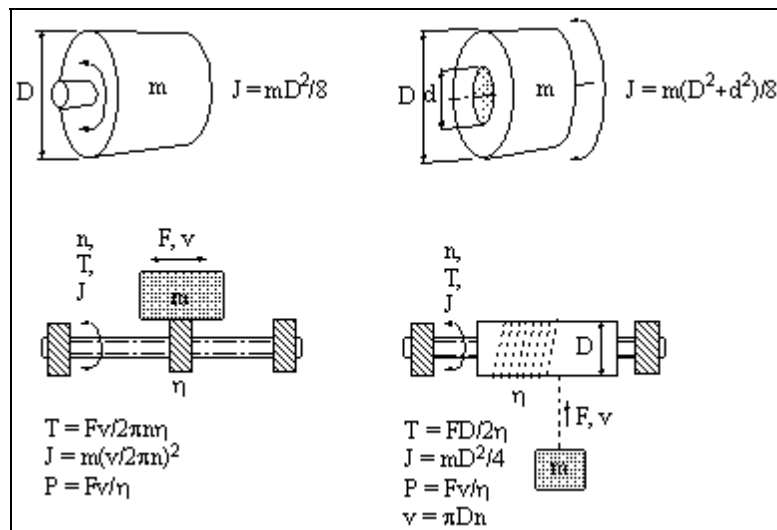

Рис. 7
Момент инерции типичных форм показан на Рис. 7.
10. Убедитесь, что пара значений в шагах 7 и 9 находится в соответствующих пределах для выбранного резистора, см. Рис. 7.